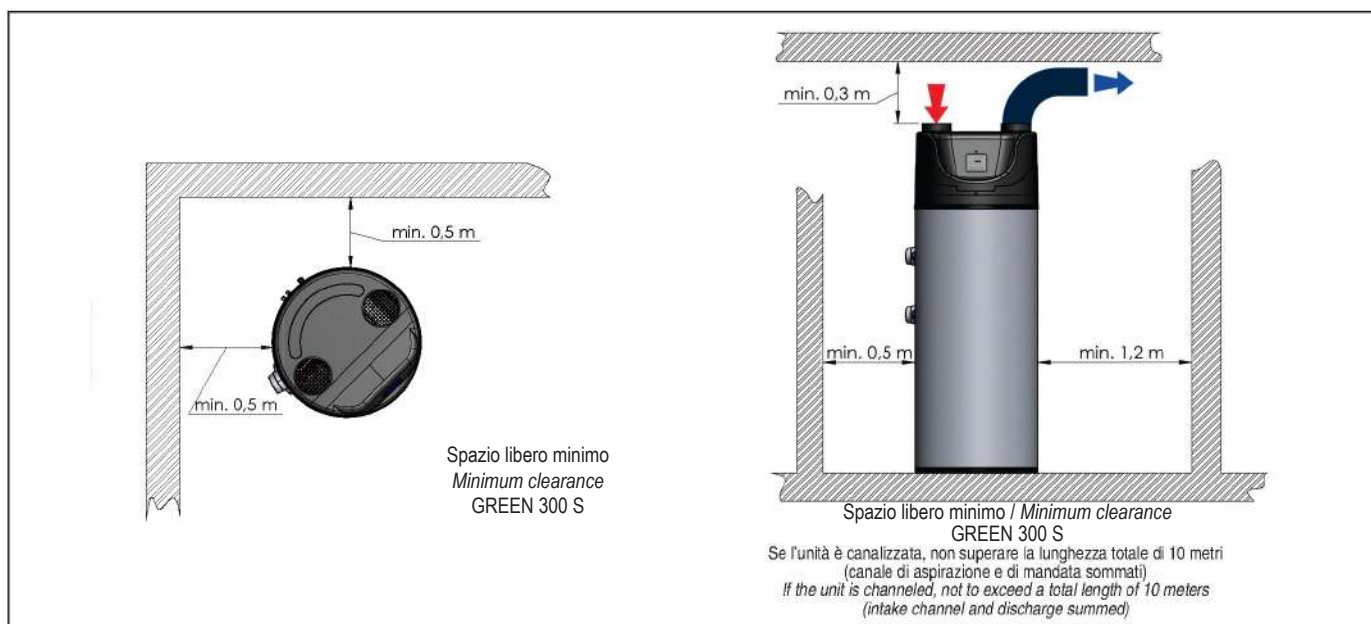

fig. 5
- Prevedere uno spazio libero minimo come indicato in figura (fig. 5), al fine di rendere possibile l'installazione e la manutenzione ordinaria e straordinaria.
- Leave a minimum clearance as shown in the figure 5, in order to make possible the installation and ordinary and extraordinary maintenance